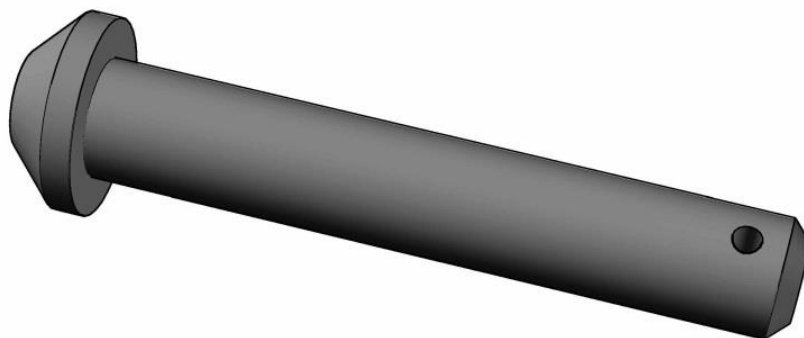
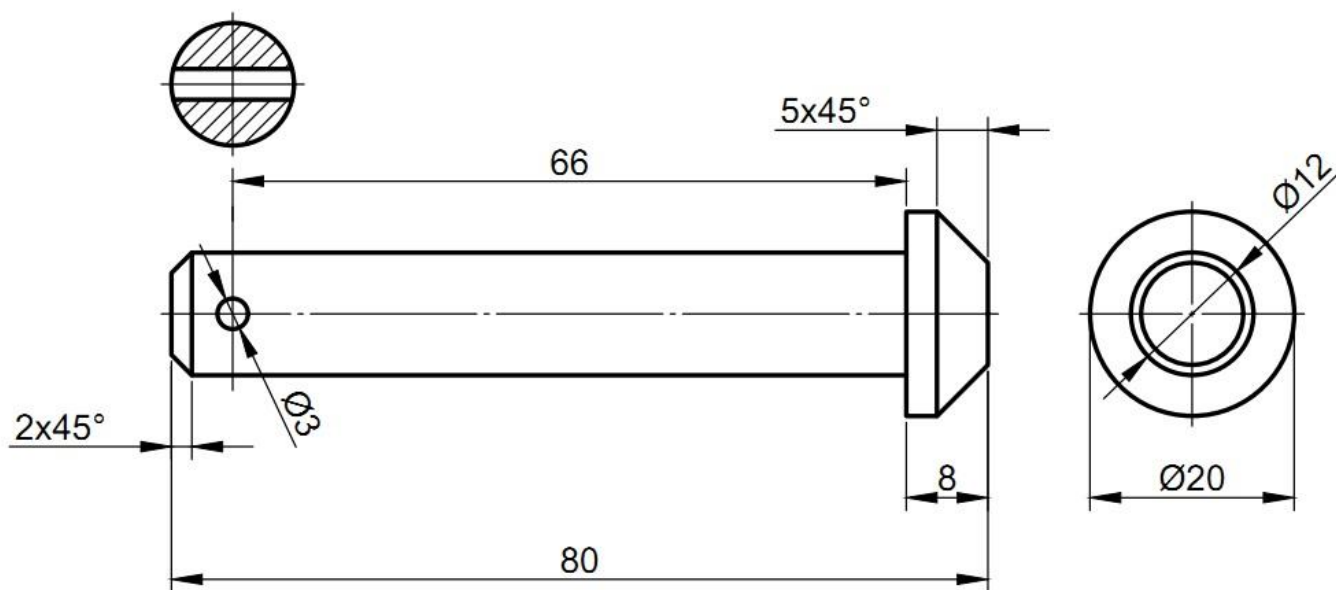

Рис. 1
Рис. 2
1. По данному образцу (Рис. 1) и эскизу (Рис. 2) выточить ось;